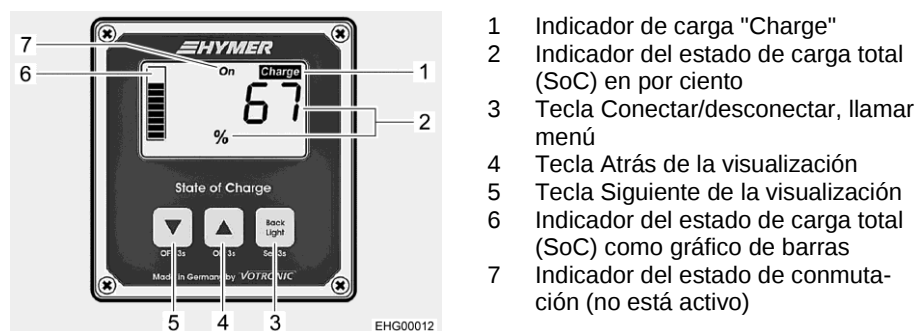

Fig. 127 Panel de visualización (indicador del estado de carga total)
Pulsando cualquier tecla en el panel automáticamente se encenderá la iluminación del display. Si, durante 3 minutos, no se pulsa ninguna tecla, la iluminación se apagará automáticamente. Pulsando la tecla (Fig. 127,3), se puede apagar la iluminación del display de forma manual.
En el display se indica el estado de carga total de batería de plomo y batería de litio, el cual se denomina "State of Charge" (SoC). El valor del SoC se indica en por ciento (Fig. 127,2) y, adicionalmente, en forma de un gráfico de barras (Fig. 127,6).
- Si el display visualiza la indicación de tensión: pulsar la tecla (Fig. 127,4) o la tecla (Fig. 127,5) brevemente para cambiar a la visualización del valor SoC (Fig. 127,2).
Cuando valor SoC cae abajo del 20 % el indicador "Charge" (Fig. 127,1) estará parpadeando. En este caso, cargar las baterías.
- Si el display visualiza el valor SoC: pulsar la tecla (Fig. 127,4) o la tecla (Fig. 127,5) brevemente para cambiar a la visualización de la tensión de batería (Fig. 128,1).